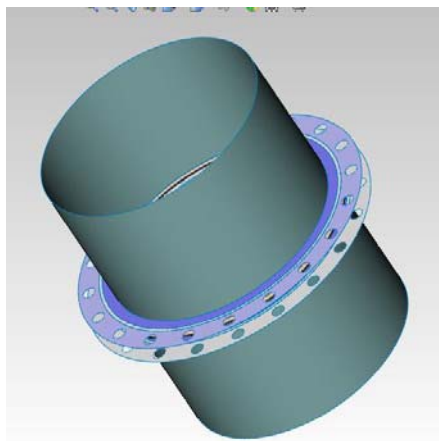

Рис. 7.1. Исходная модель
1. Создать модель SolidWorks (рис. 7.1). Для создания модели можно использовать инструменты элементов (бобышки и т. п.).